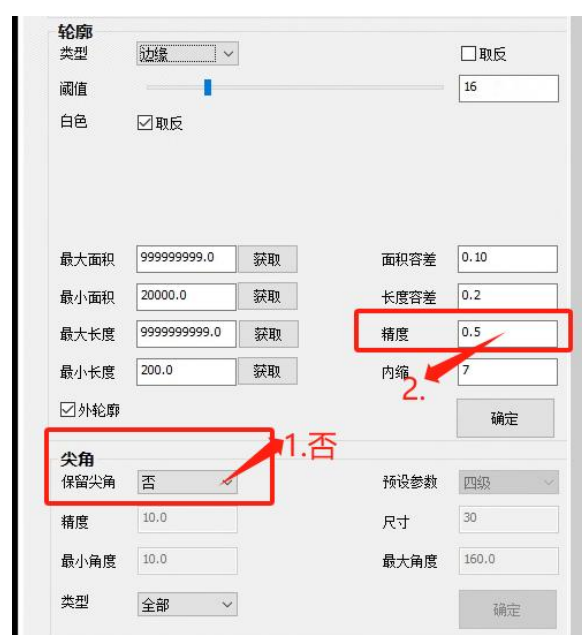

图 9-2 拟合矩形步骤 1
2) 尖角区，保留尖角选择否，精度设置 0.5 以下，参数设置越小精度越高，反之参数设置越大精度越差(图 9-2)。